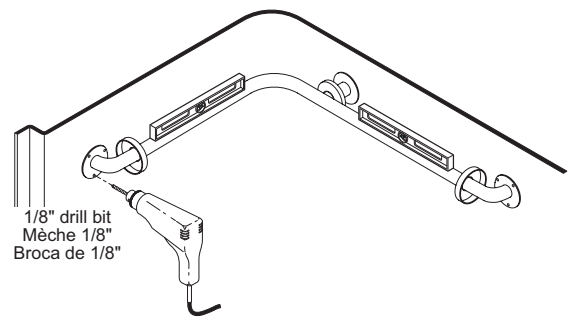
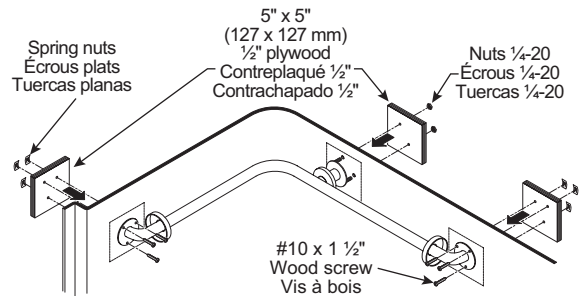

Fig. 4.10
Fig. 4.11
- Insert the bolts inside these holes. Use a level to determine the position of the flanges located at the extremities of the bar. Pre-drill each hole on the flanges, using 1/8" (32 mm) bit. Fig. 4.10.
- Cut out three (3) square reinforcements approximately 5" x 5" (127 x 127 mm), in 1/2" plywood, for each of the extremities of the support bar.
- Position reinforcement behind each flange and screw in until each #10 x 1 1/2" screw has gone entirely through it. Fig. 4.11.
- Install a flat nut behind each of the screws. Firmly tighten them using pliers, if necessary. Use hexagonal nuts 1/4-20 for the bolts. Fig. 4.11.
- Insérer les boulons à l'intérieur de ces trous. Utiliser un niveau afin de déterminer la position des brides situées aux extrémités de la barre. Pré-percer chaque trou pratiqué sur ces brides, à l'aide d'une mèche de 1/8" (32 mm) de diamètre. Fig. 4.10.
- Découper trois (3) renforts carrés d'environ 5" x 5" (127 x 127 mm), dans un contreplaqué 1/2", pour chacune des extrémités de la barre de soutien.
- Positionner un renfort derrière chaque bride et visser jusqu'à ce que la vis #10 x 1 1/2" ait traversé entièrement ce dernier. Percer celui du centre afin que les boulons puissent le traverser. Fig. 4.11.
- Installer un écrou plat derrière chacune des vis. Serrer fermement ces derniers en utilisant des pinces, si nécessaire. Utiliser les écrous hexagonaux 1/4-20 pour les boulons. Fig. 4.11.
- Insertar las clavijas dentro de esos agujeros. Utilizar un calibre con objeto de determinar la posición de las bridas ubicadas en los extremos de las barras. Hacer de antemano un agujero en esas bridas, con broca de 1/8 pul. (32 mm) de diámetro. Fig. 4.10.
- Recortar tres (3) refuerzos cuadrados de aproximadamente 5 pul. x 5 pul. (127 x 127 mm), en contrachapado de 1/2 pul., para cada uno de los extremos de la barra de soporte.
- Colocar un refuerzo detrás de cada brida y atornillar hasta que el tornillo #10 x 1 1/2" lo haya traspasado enteramente. Perforar el del centro para que las clavijas puedan traspasarlo. Fig. 4.11.
- Instalar una tuerca plana detrás de cada uno de los tornillos. Apretar con firmeza sirviéndose de alicates, si fuera necesario. Utilizar las tuercas hexagonales 1/4-20 para las clavijas. Fig. 4.11.